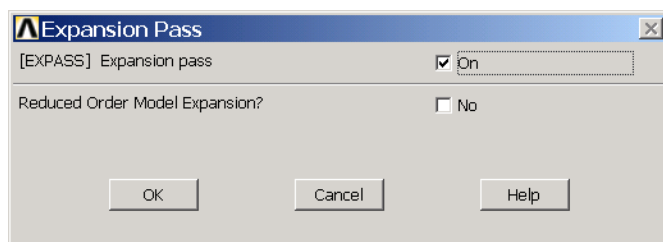

图10.37 打开Expansion Pass
(13) 单击 Main Menu>Solution>Solve>Current LS 菜单，求解第二荷载步。
(14) 再次单击 Main Menu>Solution>Load Step Opts>Time/Frequenc>Time - Time Step 菜单，弹出【Time and Time Step Options】对话框，在【Time at end of load step】文本框中输入【0.1】，并单击【OK】按钮。
(15) 单击 Main Menu>Solution>Solve>Current LS 菜单，求解第三荷载步。求解完成后，单击 Main Menu>Finish 菜单。
(16) 下面运行 Expansion Pass 并求解。单击 Main Menu>Solution>Analysis Type>ExpansionPass 菜单，弹出如图 10.37 所示的【Expansion Pass】对话框。选择【Expansion pass】右边的复选框为【On】，然后单击【OK】按钮。